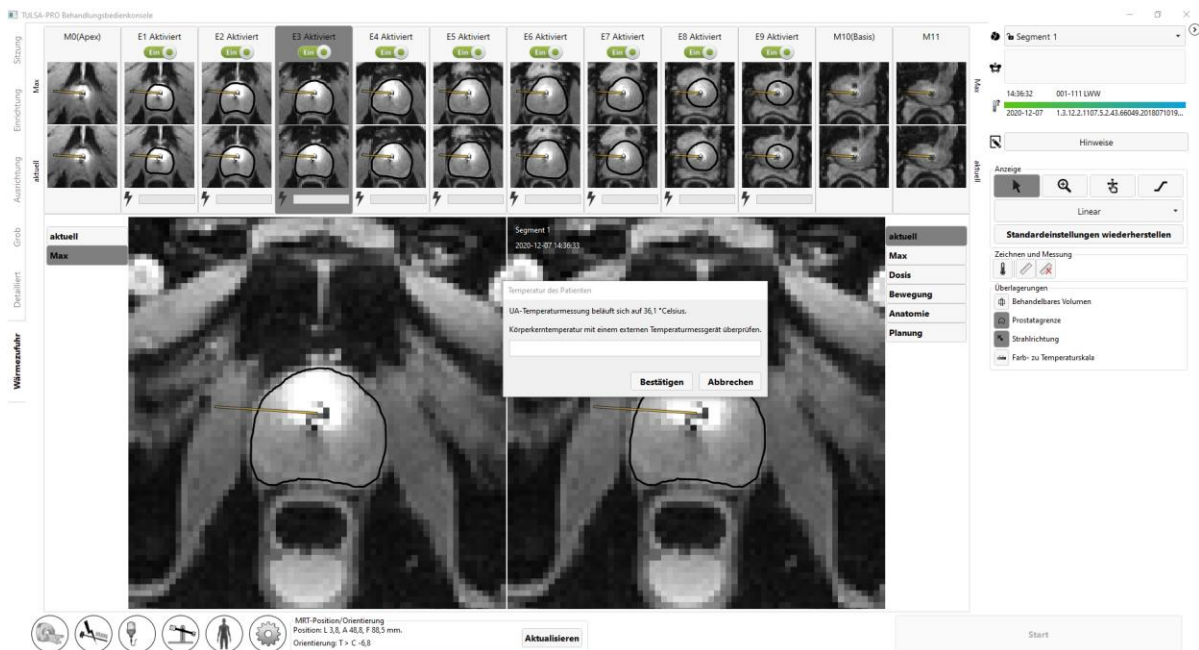

Abbildung 52: Der Benutzer muss die Körperkerntemperatur des Patienten eingeben, bevor er zu „Wärmezufuhr“ übergehen kann
3. **Radiologe:** Klicken Sie in der TDC auf **Behandlung starten**. Sie werden aufgefordert, vor dem Fortfahren die Körperkerntemperatur mit einem externen Temperaturmessgerät zu kontrollieren (*Abbildung 52*). Geben Sie die Temperatur in Grad Celsius ein, und klicken Sie auf „Bestätigen“. Die TDC wechselt dann in den Status **Behandlung Initialisierung** und ist nun zum Empfangen von Thermometriebildern bereit.